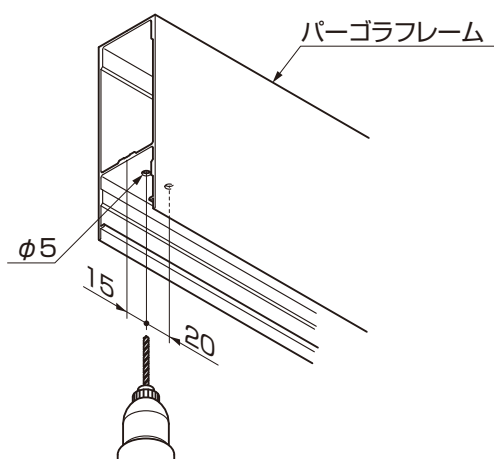

図1-10
- ①パーゴラフレームを図1-10を参照して取付穴の加工をしてください。